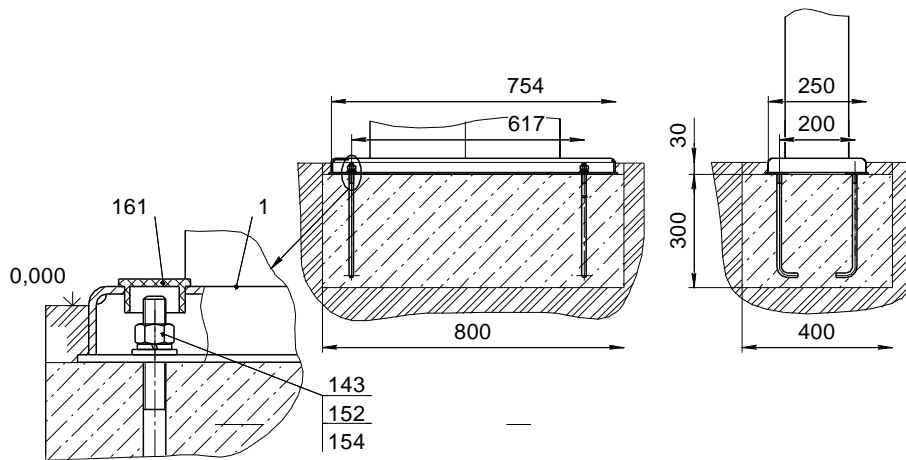

Рис. 3
12.3.3 Установить в приямок болты анкерные (поз.50) по размерам на рис.3. Произвести заливку приямка бетоном.
Убедиться в сухости и прочности залитого бетона. Установить качалку на анкерные болты и закрепить, установить заглушки поз.161 (рис.3)